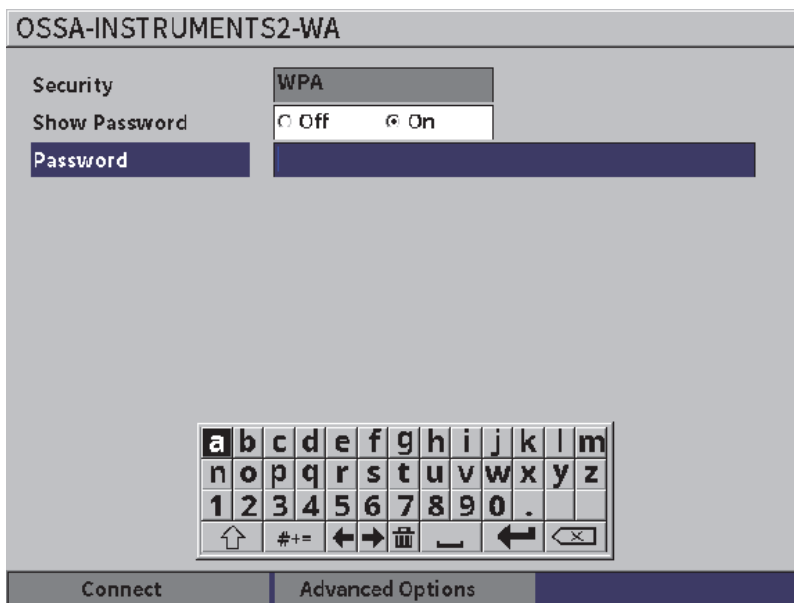

图 10-2 无线局域网安全登录页
- a) 如果所选的网络需要一个密码, 则屏幕上会出现这个网络的登录页 (参见第 159 页的图 10-2)。
- (1) 选择 **Password** (密码) 栏区, 并在栏区中输入密码, 然后加亮显示 **Connect** (连接)。
- (2) 按确定键, 完成连接操作。